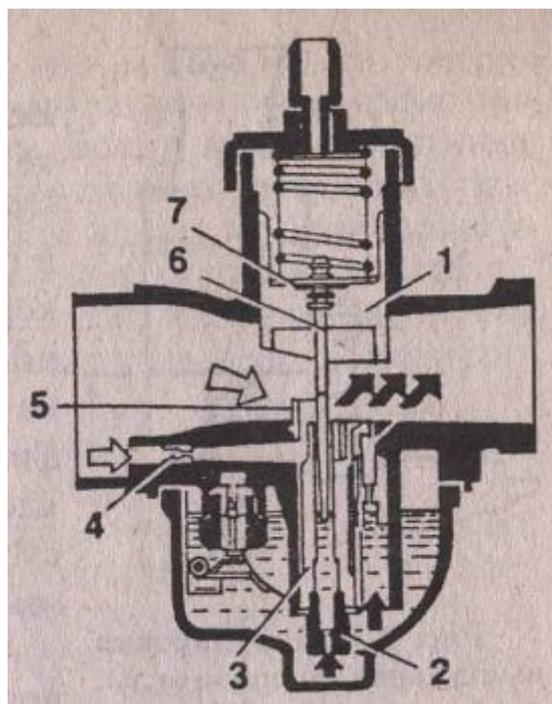

**Рис. 2.29. Система холостого хода:** 1 - дроссель; 2, 3 - каналы; 4 - винт качества; 5 - жиклер.
*Система холостого хода* (рис. 2.29) мало чем отличается от общепринятой. При этом режиме дроссель почти полностью опущен - под ним остается щель всего около 0,8 мм. Количество проходящего через нее воздуха незначительно, скорость его в зоне распылителя мала и потому не вызывает истечения топлива. Разрежение близ щели достигает наибольшей величины - а потому сюда выведены каналы 2 и 3 системы холостого хода. Топливо поступает через жиклер 5, а воздух - через отверстие на входной части карбюратора, колодец винта 4 регулировки холостого хода и колодец жиклера 5. Здесь топливо и воздух перемешиваются, к этой смеси через канал 2 добавляется воздух, и по каналу 3 она поступает на выход карбюратора. Смешиваясь с воздухом, прошедшим через щель дросселя, топливовоздушная эмульсия становится пригодной для работы двигателя на холостом ходу. Качество смеси (степень обогащения) регулируют винтом 4, а ее количество - винтом, ограничивающим перемещение дросселя. Когда водитель, поворачивая ручку газа, увеличивает обороты двигателя, скорость воздуха у среза дросселя возрастает, соответственно снижается его давление. Поэтому теперь и через канал 2 под дроссель проходит топливовоздушная эмульсия (рис. 2.30). В это время система холостого хода выполняет роль переходной к нагрузочному режиму. Качество смеси на переходном режиме, как и на холостом ходу, определяется положением винта 4 (см. рис. 2.29). При отворачивании его количество воздуха, поступающего в систему, увеличивается, при заворачивании - уменьшается. Соответственно в первом случае смесь обедняется, во втором - обогащается.